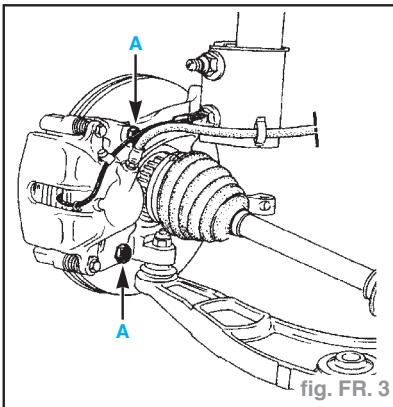

fig. FR. 3
- Déposer les deux vis (A) de fixation sur le porte-fusée (fig. FR. 3).
- Mettre en place l'étrier sur le porte-fusée et serrer les deux vis (A) au couple de **10 daN.m** (fig. FR. 3).
- Déposer les deux vis (A) de fixation de l'étrier (fig. FR. 3).
- Reposer l'étrier de frein, enduire les vis de **Loctite FRENBLOC** et serrer les vis au couple de **10 daN.m** (fig. FR. 3).